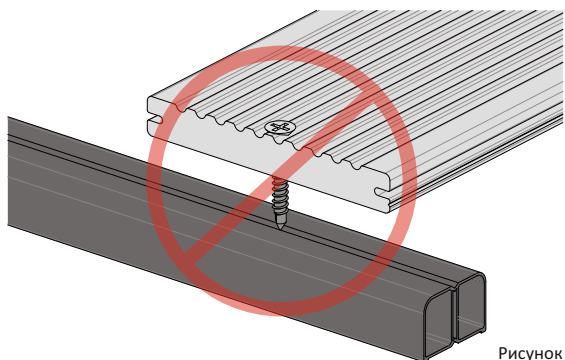

Рисунок 6
- Не фиксировать террасную доску к основанию методом сквозного крепления. **(Рис.6)**
- a. Сквозной крепеж профилей из ДПК (Рис.6).